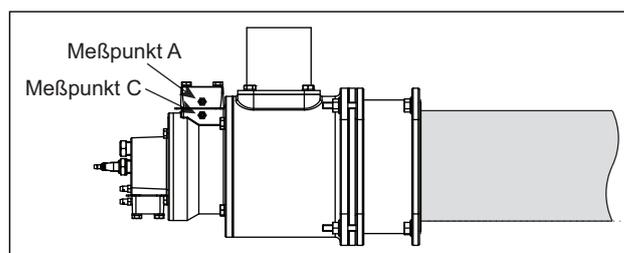

Abbildung 4.2. Lufthähne
- a. Stellen Sie das manuelle Drosselventil für die Bereichsluft so ein, dass der gewünschte Differenzialluftdruck zwischen den Hähnen A und C für den ersten Brenner erreicht wird (siehe Abbildung 4.2)